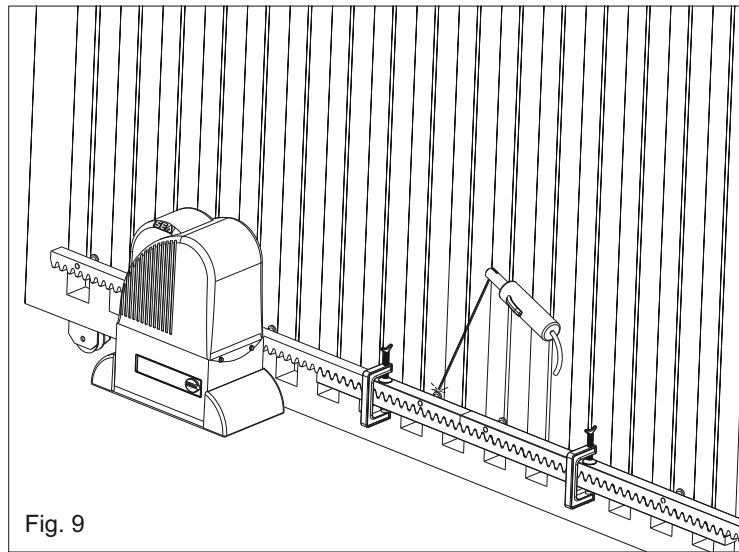

Fig. 9
5.4. Controlar que todos lo elementos de la cremallera resulten perfectamente alineados y posicionados correctamente (dentaduras en fase). Se aconseja de contraponer a dos elementos sucesivos un tercer elemento como indicado en la Fig. 9;